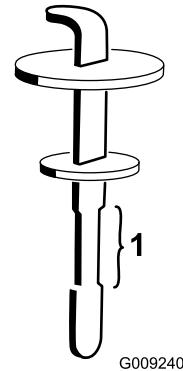

Figure 88
4. Dévissez la jauge du goulot de remplissage et essuyez-la sur un chiffon propre. Réinsérez la jauge dans le goulot de remplissage, sortez-la de nouveau et vérifiez le niveau de liquide. Il doit se situer dans la plage de fonctionnement acceptable indiquée sur la jauge (Figure 88).